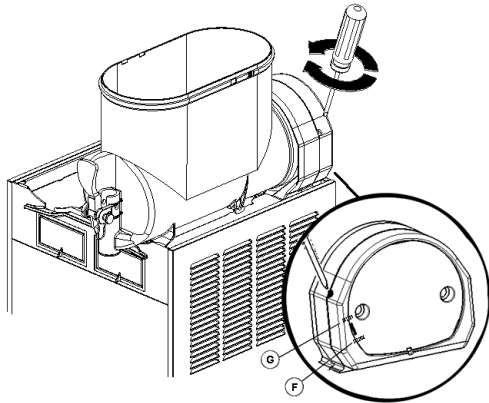

figura 5
**1 Regulación de la densidad:** la densidad óptima del granizado ha sido ya ajustada en fábrica. Si se quiere variar dicha densidad girar con un destornillador el correspondiente tornillo de ajuste situado en cada una de las paredes posteriores del distribuidor (ver figura 5):